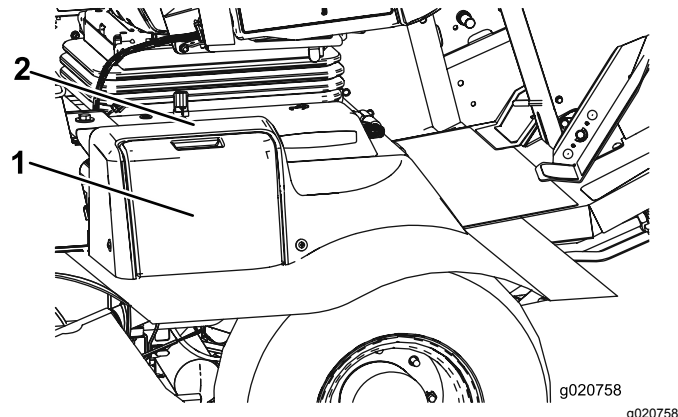

Figure 59
1. Ouvrez le couvercle de la batterie sur le côté du carénage (Figure 59).
Remarque: Appuyez sur la surface plate au-dessus du couvercle de batterie pour faciliter la dépose du couvercle (Figure 59).